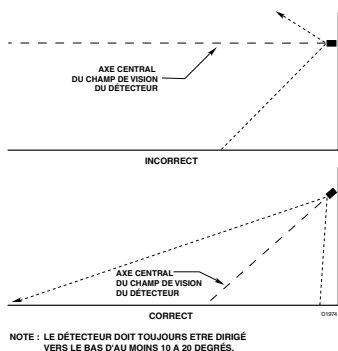

Figure 1 – Orientation du Détecteur par rapport à l'Horizon
- Le détecteur devra être dirigé vers le bas (10 à 20° au minimum sous l'horizontale) pour permettre à la lentille d'être drainée (voir Figure 1). **Le détecteur devra être positionné de façon à ce que son CdV ne recouvre pas d'autres zones en dehors du risque.** Ceci permettra de minimiser le risque de fausses alarmes provoquées par des activités en dehors de la zone nécessitant une protection.
(Voir la Figure 1 pour l'Orientation Correcte du Détecteur)